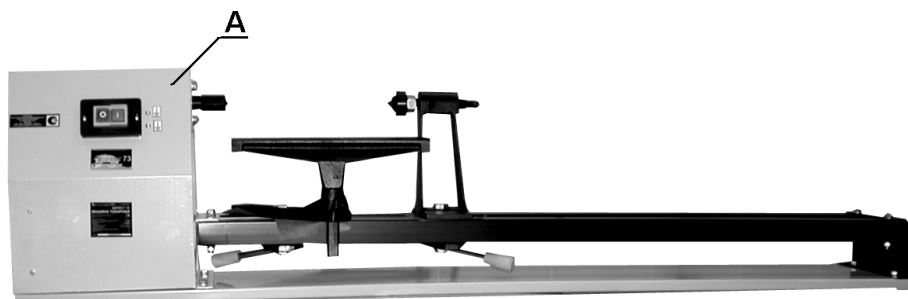
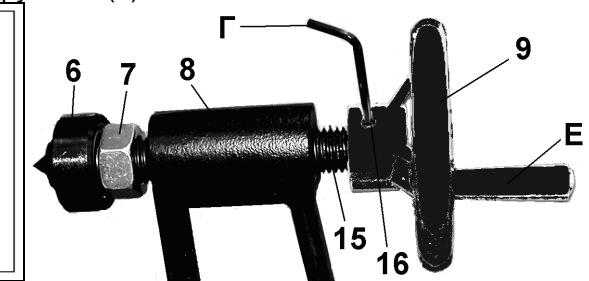

Рис.1.
Рис.4.
6.1. Комплектность станка указана в таблице 3 и на Рис.1.
8.3. Как показано на Рис.4, ручку (Е) вкрутите в резьбовое отверстие маховика (9). Установите маховик (9) на пиноль (15) и закрепите винтом (16), используя шестигранный ключ (Г), Рис.1,4.